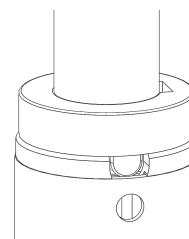

Figura 23 – Blocarea stativului pentru perfuzie
2. Rotiți și blocați stativul pentru perfuzie în manșonul auxiliar (Figura 23).